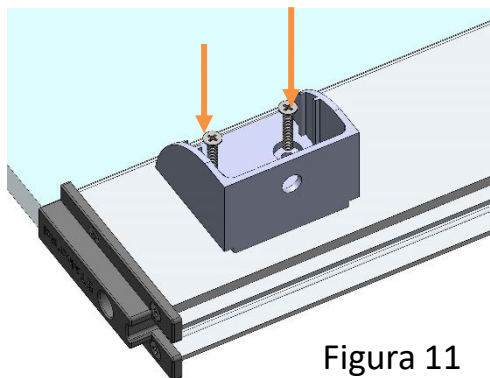

Figura 11
- Fijar el Soporte del Cierre Inferior Panorámico mediante dos tornillos DIN 7892 3'5x16 en los taladros mecanizados (Figura 11).